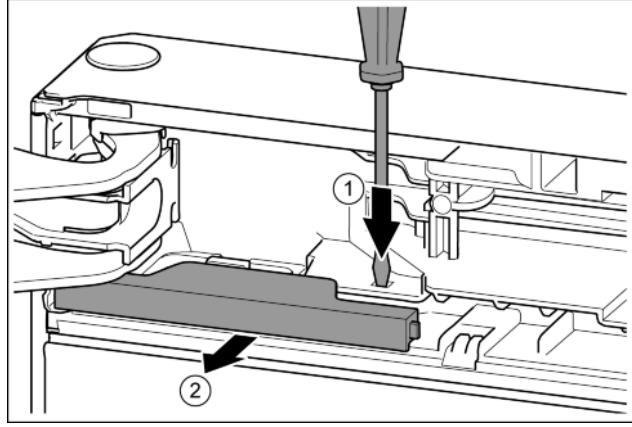

Fig. 11
- Нажать накладку шлицевой отверткой. Fig. 11 (1)
► Вынуть крышку из зацепления. Fig. 11 (2)